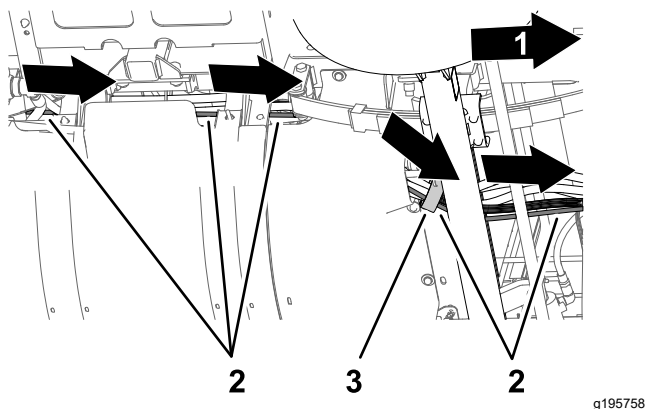

Figure 7
2. Soulevez le siège et continuez d'acheminer le tube vers l'avant, en suivant le faisceau de câblage de la machine, faites-le passer dans le collier de support et sous le plancher (Figure 7).